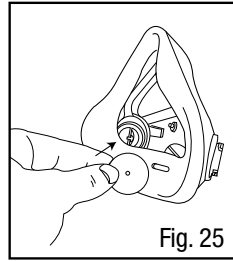

Fig. 25
2. Reemplace las válvulas al presionar el orificio de la válvula sobre el poste central del asiento de ésta (Fig. 25). Asegúrese que la válvula esté totalmente enganchada a través del poste de válvula y que quede plana.